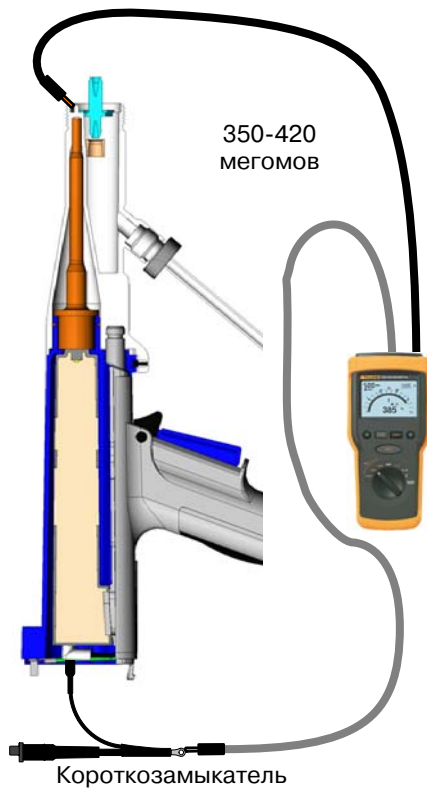

Рис. 10 Проверка с короткозамыкателем
При проверке сопротивления между гнездом умножителя и пружинным плунжером переходника используется дополнительный короткозамыкатель, показанный на рис. 10. Номер детали короткозамыкателя см. под заголовком *Дополнительные принадлежности* в разделе *Запчасти*.
1. См. рис. 10. Снять с распылителя крышку и форсунку.